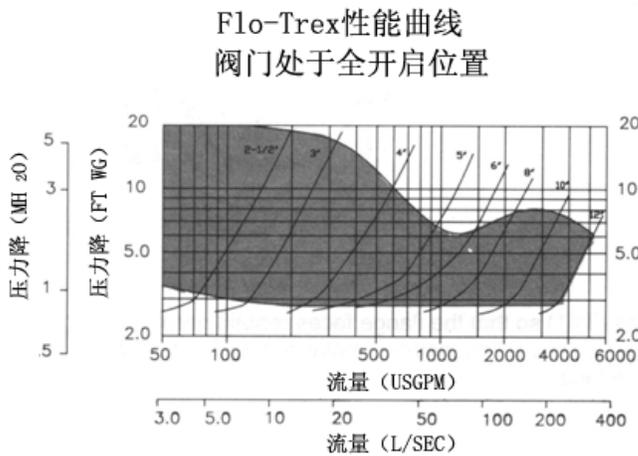

图.2
6.2.2 参考阀门处于全开启状态时的 Flo-Trex 阀门性能曲线(图 2)。找出图表左侧的压差，延长穿过所使用的阀门通径的水平线。沿着垂直线向下，从图表底部读出流量。
6.3.4 在系列 Flo-Trex 的性能曲线(图 2)找出从步骤 6.3.2 得到的压差值，画水平线与阀门性能曲线交叉。垂直画线，读出底部的流量。
· 根据 Flo-Trex 性能曲线(图 2), 4 英寸的阀门和 5.4 英尺(1.65 m)的压降表明流率为 400 美制加仑/分钟 (25.2 公升/秒)。